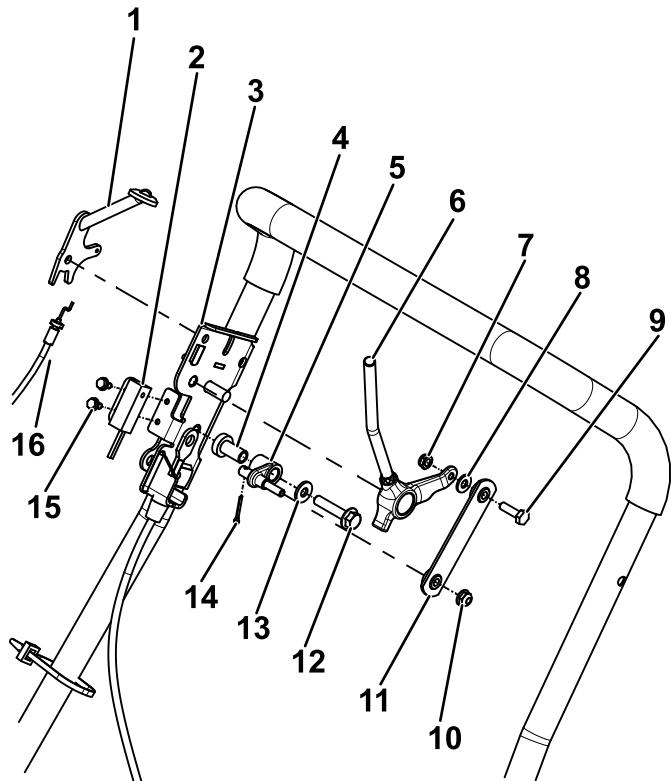

Figure 7
8. Fixez le support du mécanisme de déplacement sur le guidon au moyen des fixations retirées précédemment (Figure 7).
9. Montez la commande de déplacement, le pivot et la tringle de commande à l'aide des fixations fournies avec ce kit (Figure 7).
10. Montez le contacteur de proximité à l'aide des fixations retirées précédemment (Figure 7).
13. Montez la commande d'accélérateur à l'aide des fixations retirées précédemment (Figure 7).